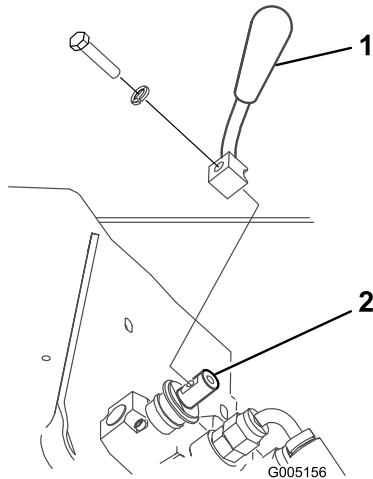

Figura 4
2. Sujete la palanca a la válvula selector de velocidad usando el perno y la arandela de freno, según se muestra en Figura 4.